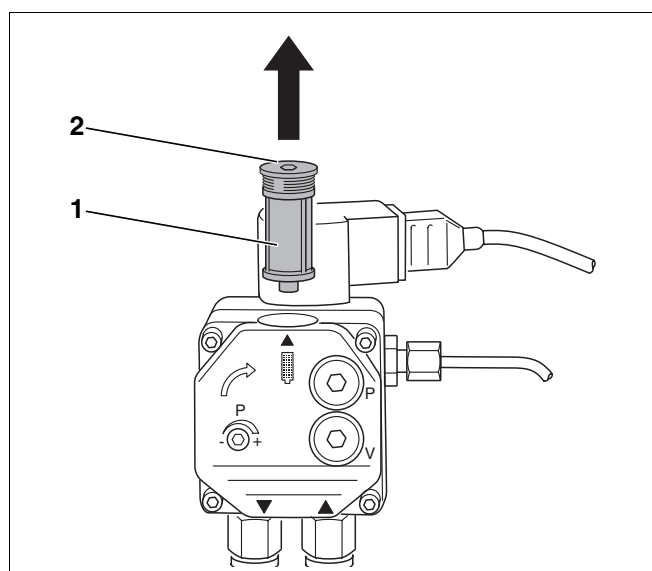

Abb. 21 Ölpumpenfilter prüfen – Ölpumpe Danfoss
- Die Innensechskantschraube an der Oberseite (Abb. 21, **Pos. 2**) lösen.
- Ölpumpenfilter (Abb. 21, **Pos. 1**) nach oben herausziehen.
- Ölpumpenfilter (Abb. 21, **Pos. 1**) mit Waschbenzin reinigen ggf. austauschen und wieder in die Ölpumpe einbauen.